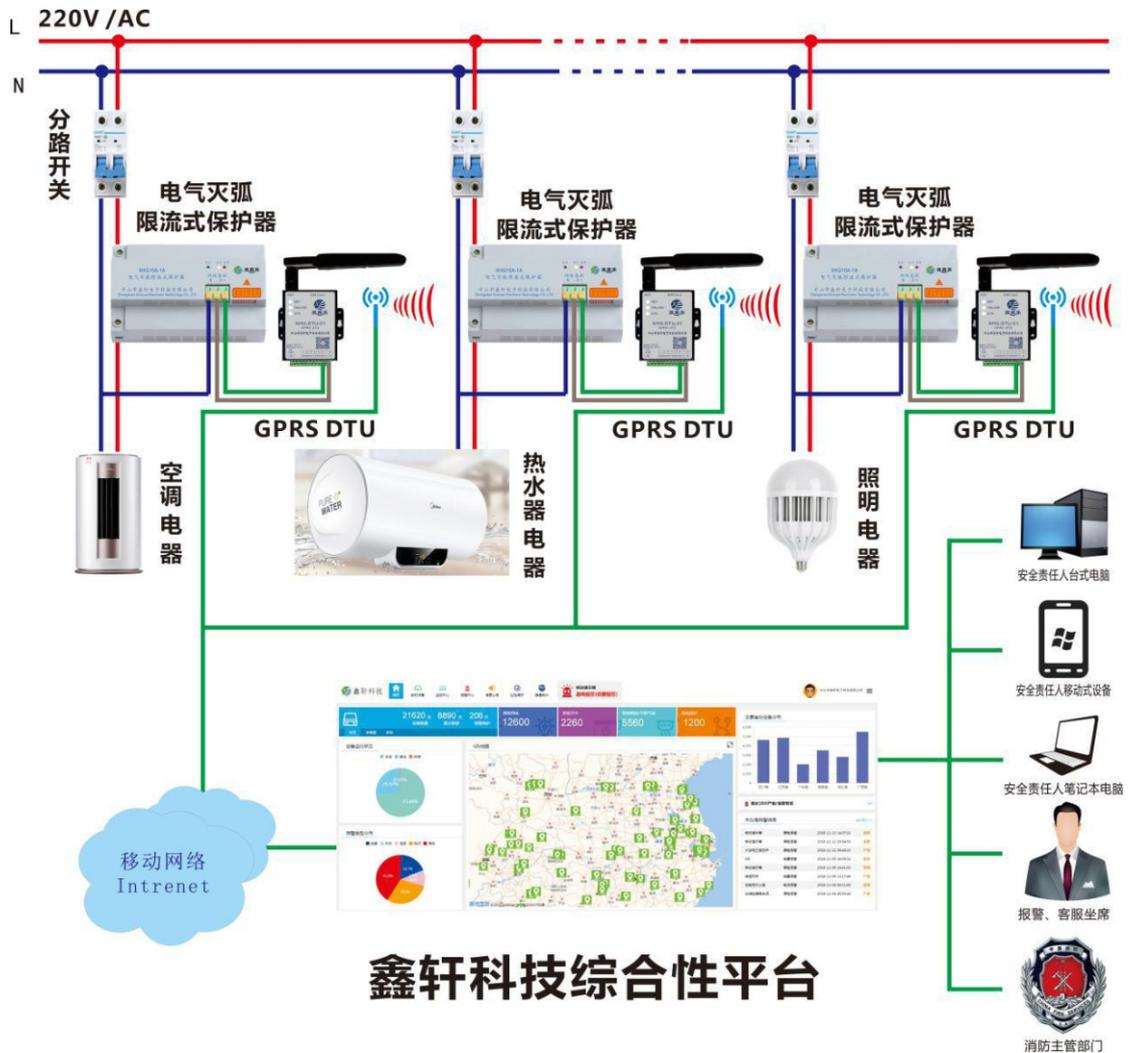

图 6 产品安装接线示意图
1. 产品系统安装接线示意图（见图 6）
（3）保护器连线及联网布线参见图 6。当设备数量较多或通信线路较长时可以增加 RS-485 中继通信收发设备。
（4）图 6 中保护器前端的分路开关选用的额定电流值应不小于保护器的额定电流值。